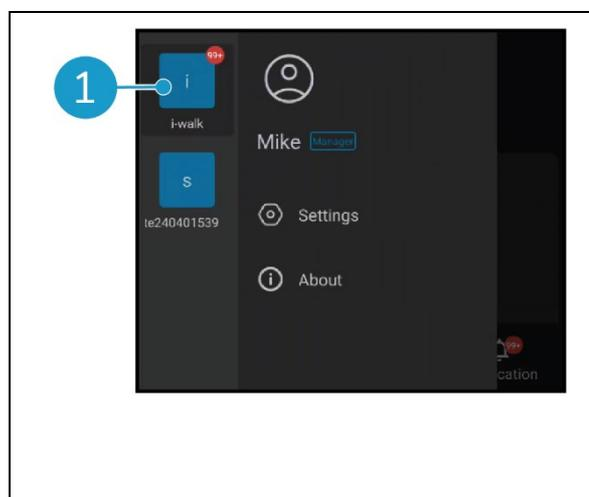

Figure 30
- Pointez sur n'importe quel site disponible (Figure 30, pos. 1) pour accéder à la vue d'ensemble de ce site.